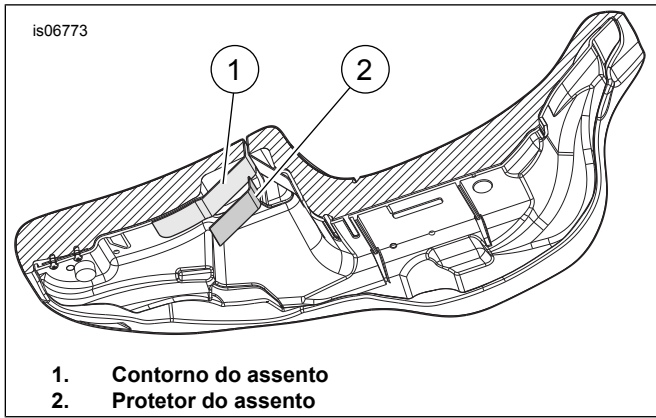

Figura 4. Lado de baixo do assento
13. Figura 4 Observe a forma da superfície que o protetor do assento (2) cobre e suavemente molde o protetor para que se ajuste melhor aos contornos do assento (1).